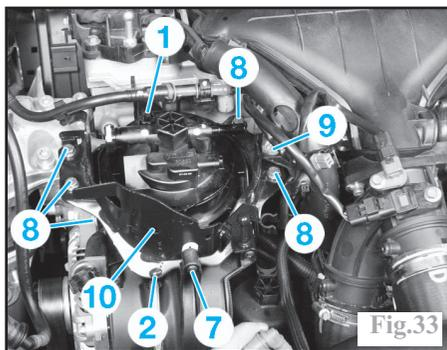

Fig.33
Ouvrir les vis de mise à l'air libre (1) et de vidange (2) (Fig.33).
-la vis (7) (Fig.33).
Déposer les vis (8) (Fig.33).
Ouvrir la vis de purge (1) (Fig.33).
Refermer la vis de purge (1) (Fig.33).